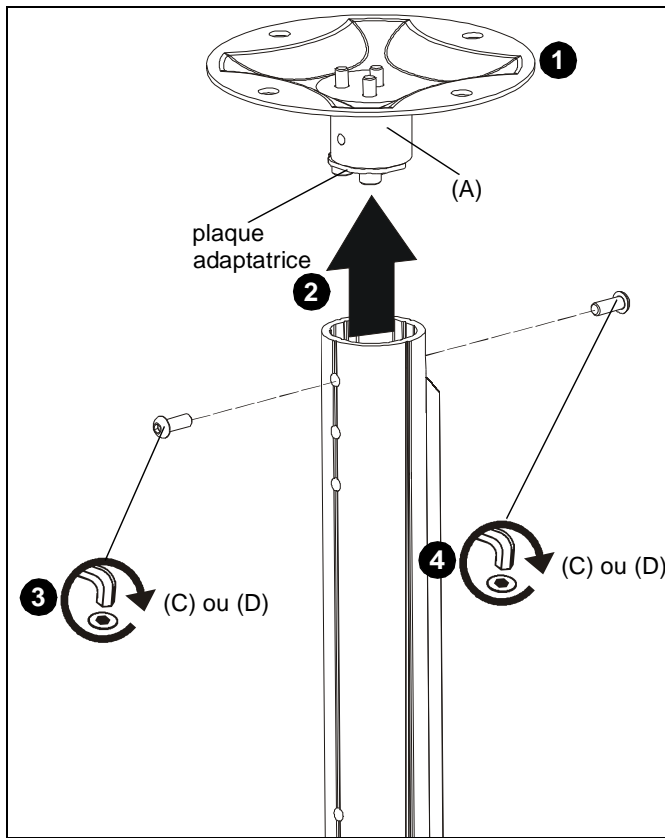

Figure 1
2. En veillant à aligner les trous de la colonne de série KITE (E) et le système de montage CPA115 (A), installez la colonne sur l'adaptateur de plaque CPA. (See Figure 1)
3. Insérez soit une vis à tête bouton M6x16 (C) soit une vis de sécurité (D) dans le trou sur le côté du tuyau CPA où se situe la plaque adaptatrice sur l'adaptateur CPA. (See Figure 1)
4. Sur le côté opposé du tuyau CPA, utilisez l'autre vis à tête bouton M6x16 (C) ou vis de sécurité (D) pour fixer le système RSE (A) sur la colonne CPA. (See Figure 1)